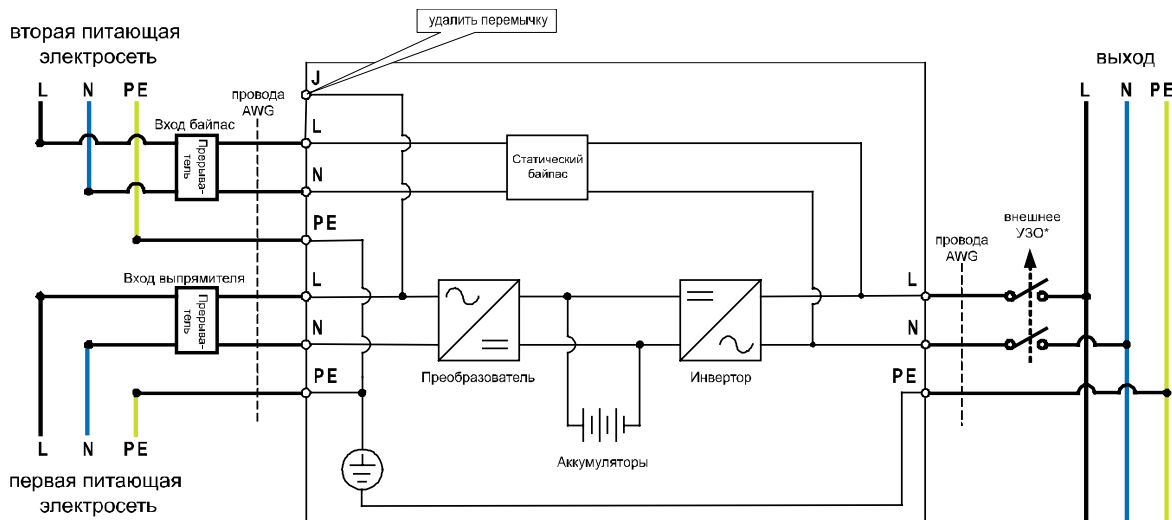
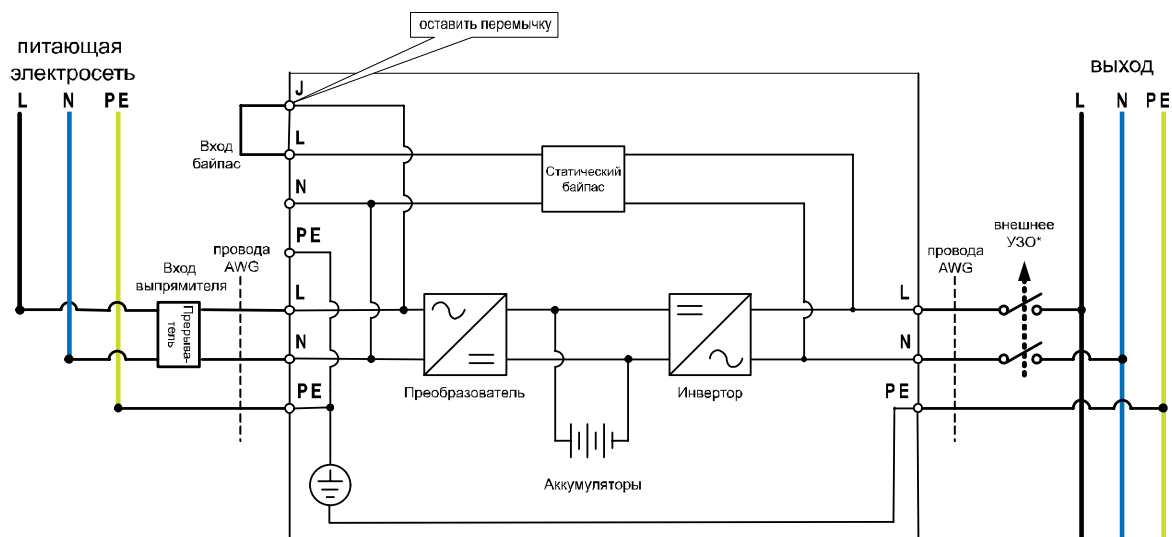
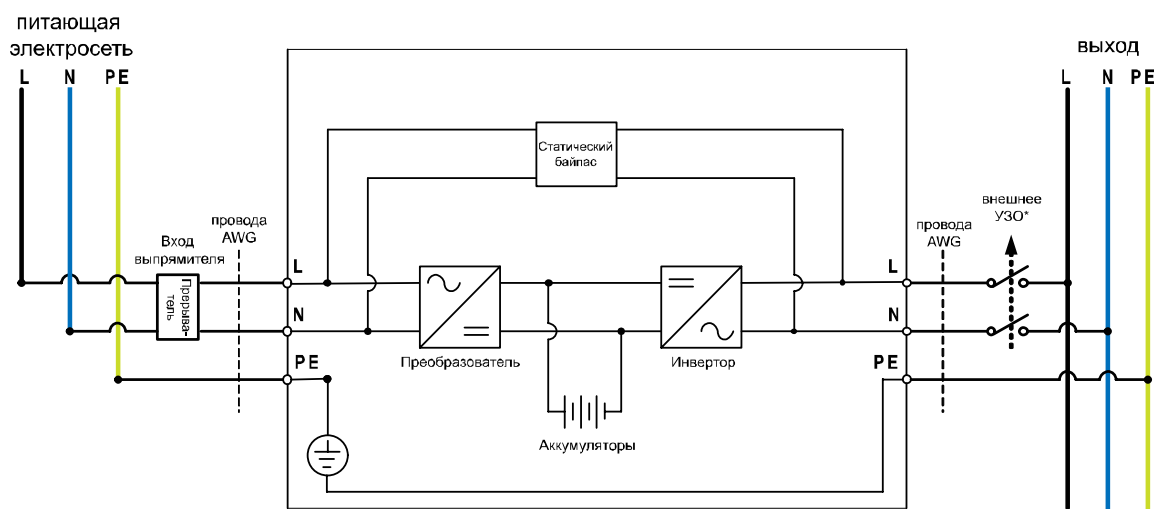

Рис. 2 Схема подключения ИБП с двумя входами на две электросети
Рис. 3 Схема подключения ИБП с двумя входами на одну электросеть
Рис. 4 Схема подключения ИБП с одним входом к электросети
- Рекомендованные схемы подключения приведены на рисунках 2, 3 и 4. ИБП выпускаются в двух модификациях – с одним и с двумя входами. Для модели с двумя входами (основной вход выпрямителя и дополнительный байпасный вход) на рис. 2 приведена схема подключения к двум электросетям, на рис.3 к одной электросети и на рис.4 подключение модели с одним входом (основной вход выпрямителя). Дополнительный байпасный вход является опциональным и служит для подключения второй линии подстанции электросети переменного тока.